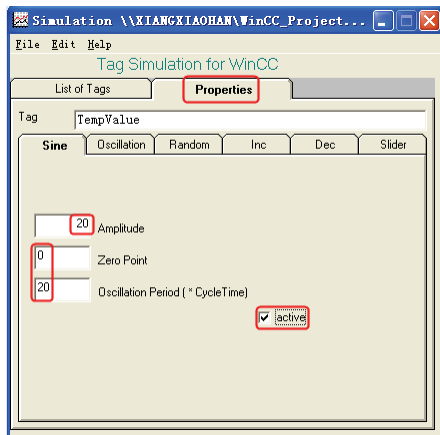

图 7-27 属性
2) 启动仿真器。用仿真器产生一条正弦曲线，选中“Properties”（属性）选项卡，选择正弦曲线的振幅，并勾选“active”（激活）选项，如图 7-27 所示。再选择“List of Tag”（变量列表）选项卡，单击“Start Simulation”（开始仿真）按钮，开始产生正弦曲线，如图 7-28 所示。